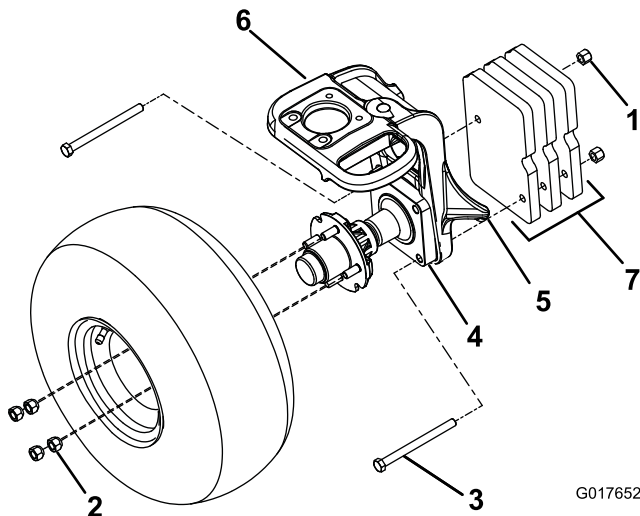

Bild 1
3. Heben Sie die Maschine mit einem Wagenheber an den Hebestellen an (Bild 1).
6. Entfernen Sie die zwei Befestigungsschrauben, mit denen die Spindel an der Laufradgabel befestigt ist (Bild 1).
7. Befestigen Sie drei Ballastplatten mit zwei Sechskantschrauben (1/2" x 5-1/2") und zwei Sicherungsmuttern aus dem Kit an der rechten Seite der Laufradgabel (Bild 1).
4. Entfernen Sie die vier Radnabenmuttern in Paaren von den diagonal gegenüberliegenden Reifen (Bild 1).